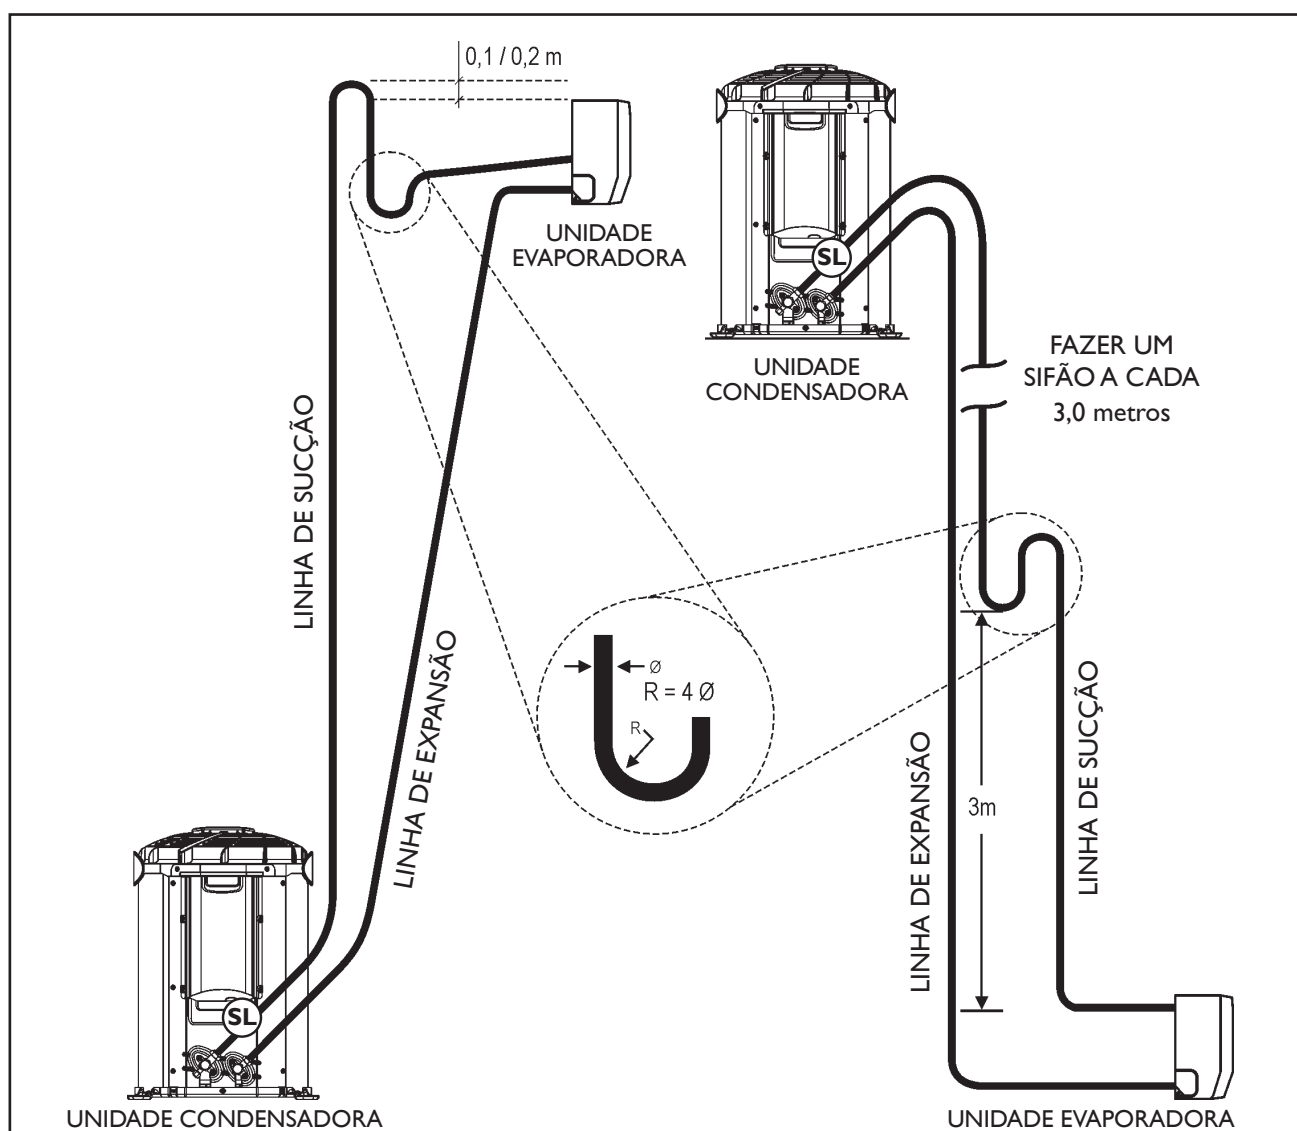

FIG. 21 - INSTALAÇÃO LINHAS DE INTERLIGAÇÃO
- 1º Elevar a linha de sucção acima da unidade evaporadora antes de ir para a unidade condensadora (0,1m para modelos 38K_09 e 12 e 0,2m para 38K_18 e 38K_22), quando a evaporadora estiver acima ou no mesmo nível da condensadora. (Fig. 21)
- 2° Fazer sifões nas subidas da linha de sucção a **cada 3,0 m** para os modelos, incluindo a base (saída da evaporadora). Caso o desnível seja menor que 3m faça apenas na base. (Fig. 21)